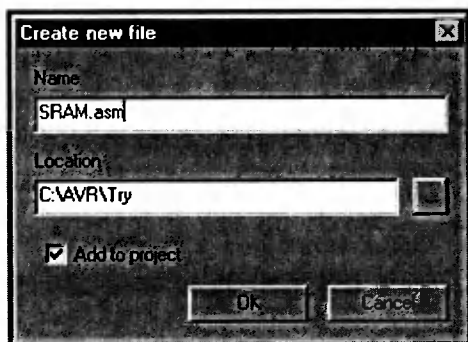

Рис. 6.23. Окно Create new file
- в строку Name открывшегося окна Create new file (рис. 6.23) введите имя файла программы, например, SRAM.asm, затем щелкните по кнопке ОК.